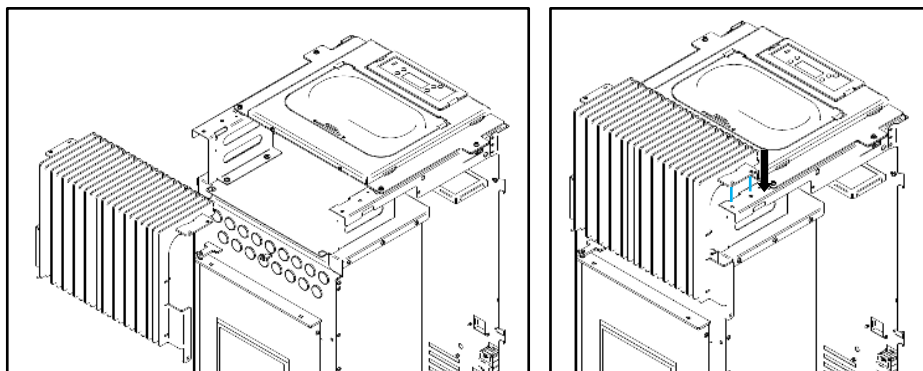

Figura 36 – Encaixe da grelha frontal
b) Nos equipamentos **Pine, Leaf e Aspen**; encaixar a grelha frontal, fazendo coincidir os furos da grelha com os furos do equipamento (Figura 36).